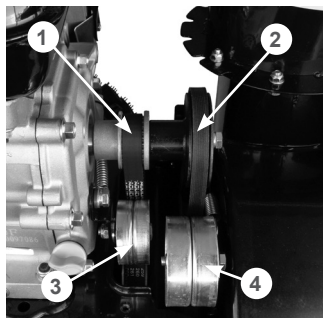

Рис. 33 Обслуживание ремней привода
2. Проверьте состояние ремней (Рис. 33). Если ремень протерт, надорван или заметны иные повреждения, он должен быть незамедлительно заменен.